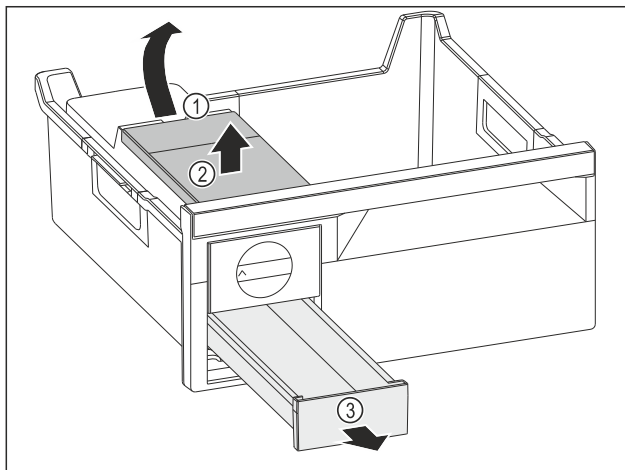

Fig. 111
- ▶ Wyjmowanie zbiornika wody: Zbiornik wody unieść za wycięcia Fig. 111 (1).
- ▶ Wyjąć zbiornik wody Fig. 111 (2) do góry.
- ▶ Wyjąć szufladę na kostki lodu Fig. 111 (3) do przodu.